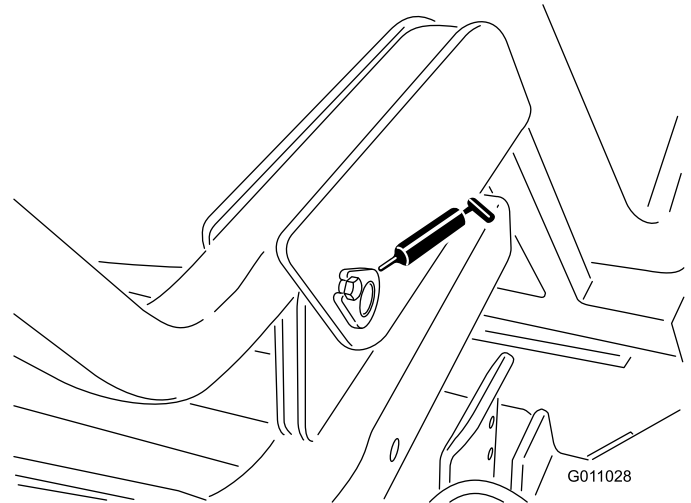

Figura 32
- Pivote de la tolva (inferior) (2) (Figura 32).